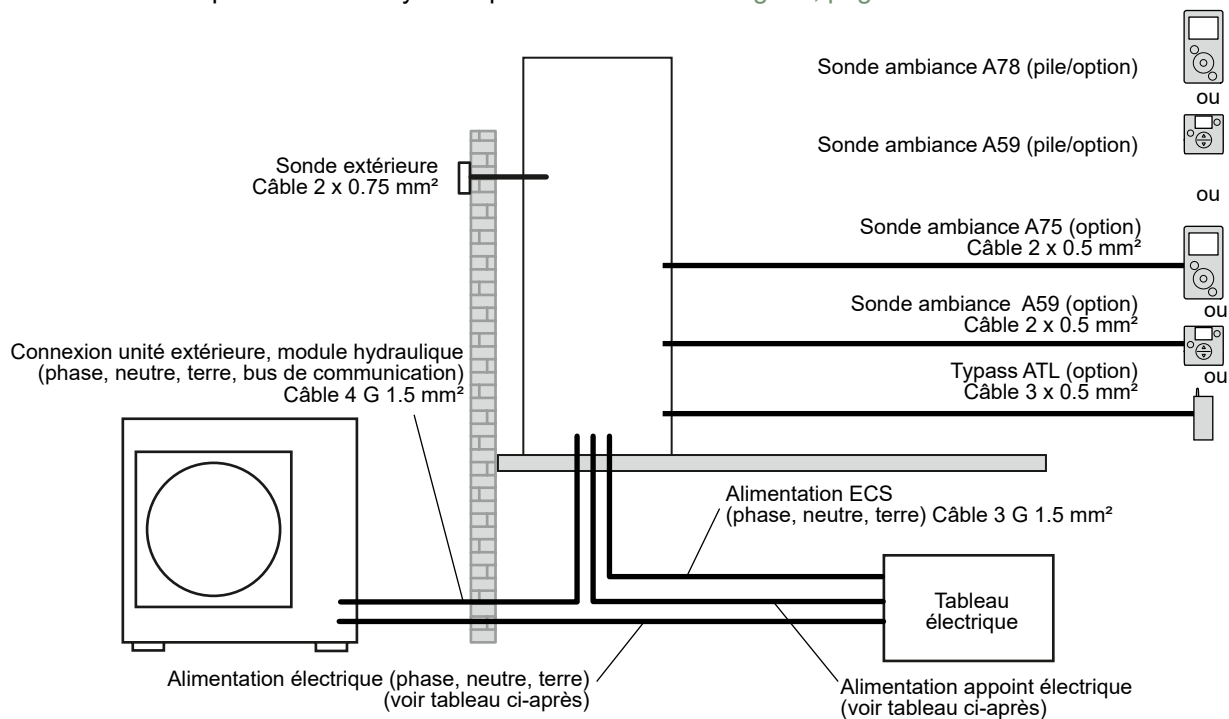

fig. 37 - Schéma d'ensemble des raccordements électriques pour une installation simple (1 circuit de chauffe)
- Effectuer les raccordements suivant le(s) schéma(s) figure 37, page 26.